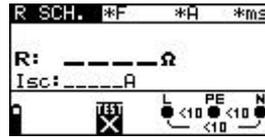

Abb. 5.34: Menü zur Messung des Schleifenwiderstands
Schritt 3 Befolgen Sie zur Durchführung der Messung des Phasen-Neutral- bzw. Phasen-Phasen-Leitungswiderstands den Anschlussplan in Abb. 5.34. Benutzen Sie bei Bedarf die **Hilfe**-Funktion.